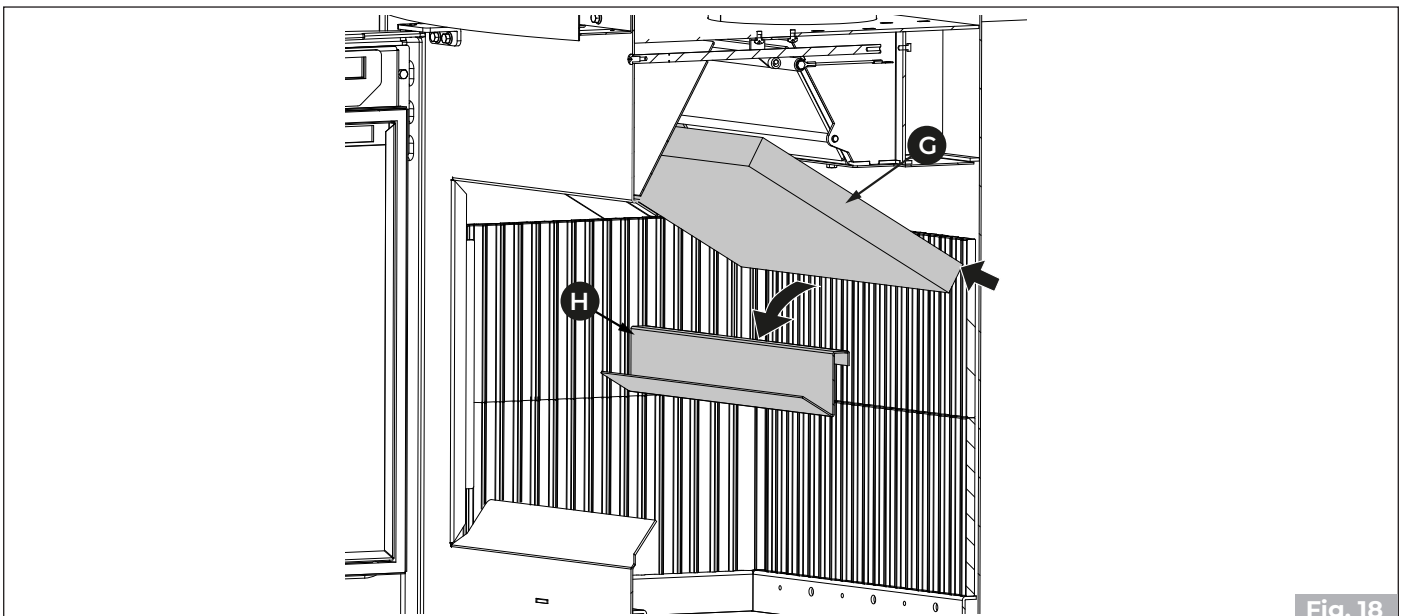
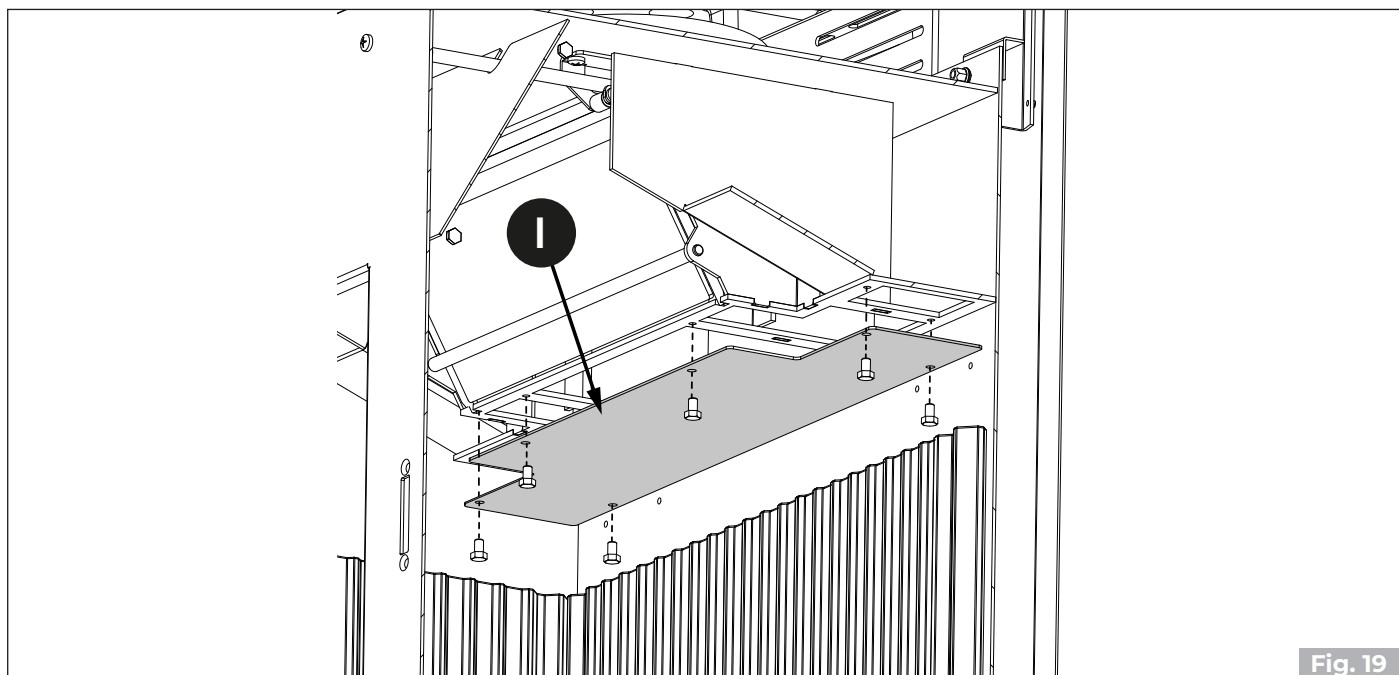

Fig. 18
Fig. 19
Öffnen Sie die Tür, heben Sie das Ablenblech (G) an und entfernen Sie die Nachbrennerplatte (H) (Fig. 18). Entfernen Sie die Rauchabzugskappe (I) (Fig. 19).